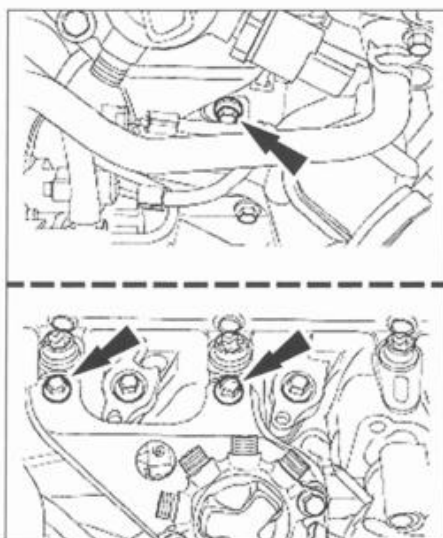

FIG. 37
- Aflojar los tornillos de fijación del soporte de rampa de inyección (fig. 37).